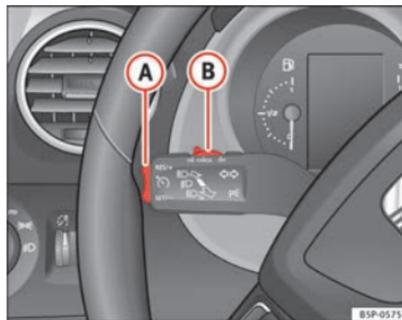

Fig. 150 Alavanca das luzes indicadoras de mudança de direcção e dos máximos: comutador e botão basculante para o regulador de velocidade
- Empurrar o cursor ⇒ Fig. 150 **B** para esquerda para **ON**.